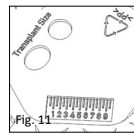

Fig. 11
■ **Fig. 1b/11** De integrerede skabeloner på bagsiden af sizer disken (Fig. 1b) svarer til minimalstørrelsen transplatatet, der skal bruges som mellemæg imod trommehinden (Fig. 11).
■ **Fig. 11** Millimeterskalaen er beregnet til generelle sammenligningsmålinger, der kan være nyttige under en mellemøreoperation. Principielt kan bagsiden også anvendes